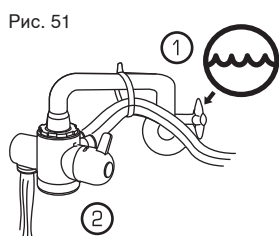

Рис. 51
23. **Включите холодную воду** ① и оставьте ручку дивертора в положении "очищенная вода" ② (рис. 51).